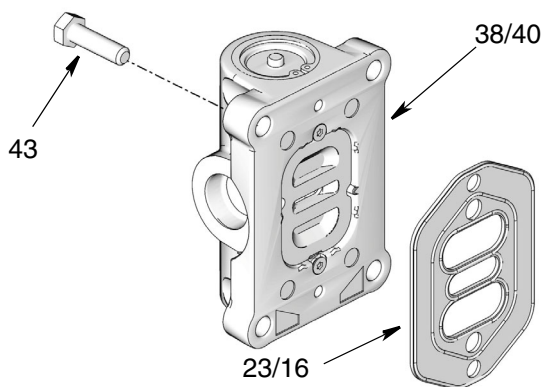

FIG. 18
**Комплект замены воздушного клапана - 24H848 (npt), 24H849 (bspp), 24H850 (bspt) (FIG. 18)**